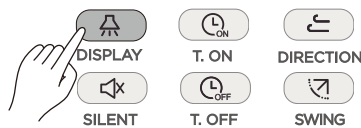

Figura 18
- Quando o controlador remoto estiver no estado ligado/desligado, pressione  (vide Figura 18) e, em seguida, a tela da unidade interna acenderá;